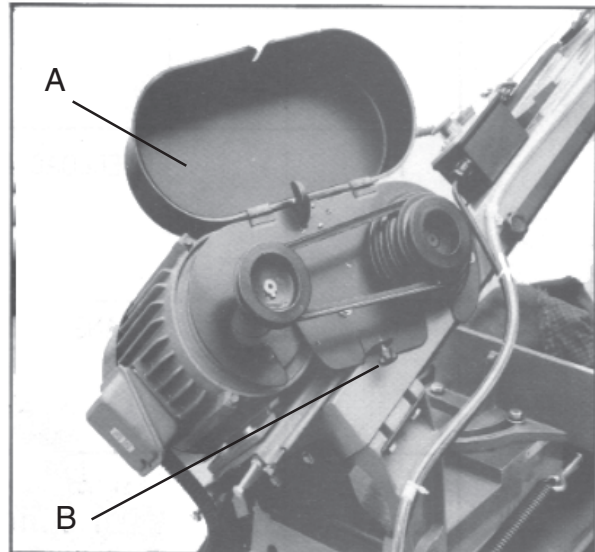

Fig. 2
5. Den Riemendeckel montieren und mit Schrauben und Scheiben befestigen (A, fig.2).
6. Den Riemendeckel schliessen und mit Knopf (B) sichern.